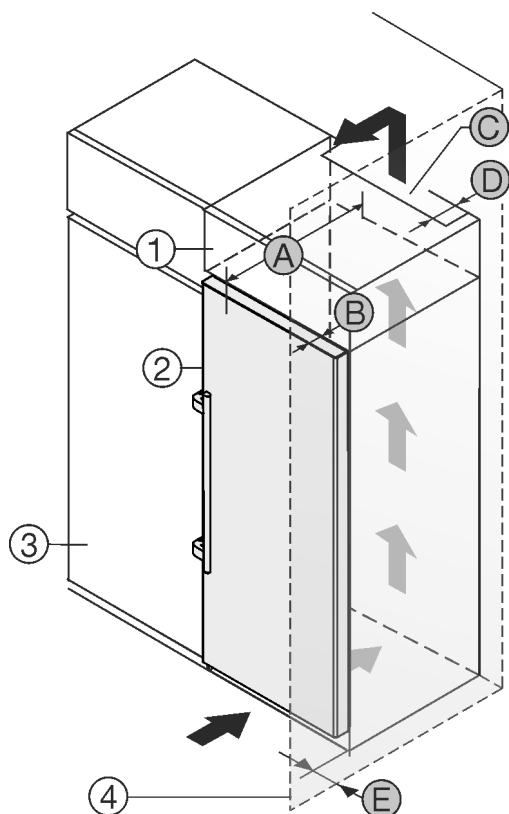

Fig. 24
L'appareil peut être intégré dans des meubles de cuisine. Pour adapter l'appareil *Fig. 24 (2)* à la hauteur du coin cuisine, une rehausse *Fig. 24 (1)* peut être posée sur l'appareil.
L'appareil peut être installé directement à côté du placard de cuisine *Fig. 24 (3)*. Pour pouvoir ouvrir complètement les portes, l'appareil doit déborder de la profondeur *Fig. 24 (B)* par rapport à la façade du placard. L'appareil peut déborder encore plus en fonction de la profondeur des placards et de l'utilisation de cales d'épaisseur.
- Une sortie d'air avec la profondeur *Fig. 24 (D)* doit être présente au dos de la rehausse sur toute sa largeur.
- La section de ventilation *Fig. 24 (C)* sous plafond doit être respectée.
Si l'appareil avec les charnières est installé près d'une paroi *Fig. 24 (4)*, la distance *Fig. 24 (E)* entre l'appareil et la paroi doit être respectée. Ceci correspond à la saillie de la poignée avec la porte ouverte.